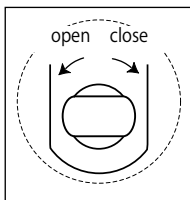

図3 - 逃し弁
4. ポンプハンドルの方形端を使用する前に、逃がし弁のステムを反時計方向に回して弁を開きます(2回以上回さないでください)。図3を参照してください。